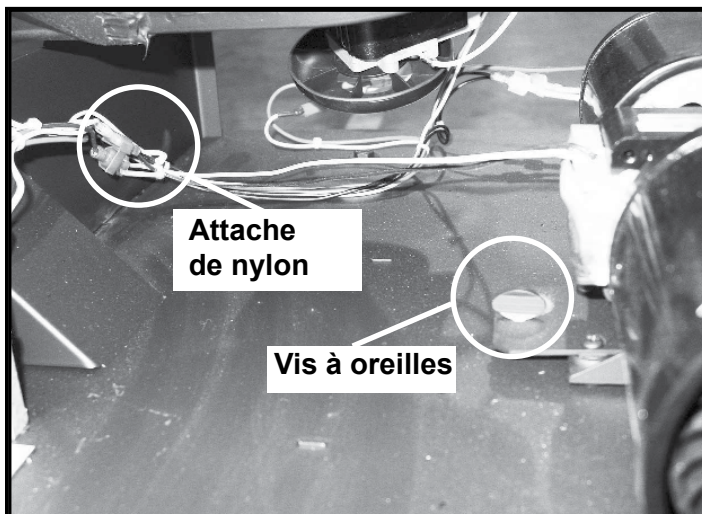
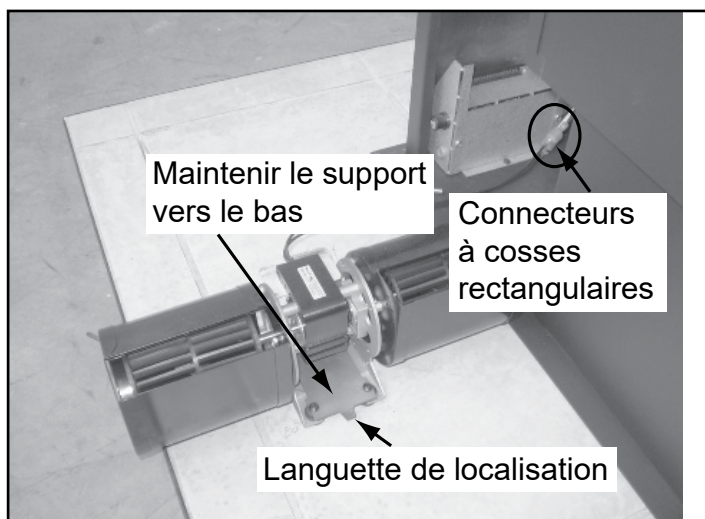

Figure 21.3
Figure 21.4
7. Retirez le boulon à oreilles et déplacez le ventilateur de convection en maintenant le support vers l'arrière de l'appareil pour dégager la languette de localisation. **Figure 21.3.** Tirez sur le ventilateur pour le sortir du plénum de convection. Glissez le ventilateur de convection hors de l'appareil. Débranchez à ce moment, les fils de la cosse rectangulaire. **Figure 21.4.**
8. Retournez les fils dans les attaches de nylon. Assurez-vous de ne toucher aucune pièce mobile ni de toucher à des surfaces pouvant être chaudes **Figure 21.4.**